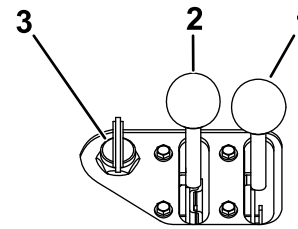

Figure 19
1. Réglez la commande d'accélérateur à mi-course entre les positions BAS RÉGIME et HAUT RÉGIME (Figure 19).
- A. Placez la commande de starter en position EN SERVICE (Figure 19).
- B. Tournez la clé en position CONTACT (Figure 19). Relâchez la clé quand le moteur démarre.
- C. Amenez progressivement la commande de starter en position HORS SERVICE (Figure 19). Si le moteur cale ou hésite, engagez de nouveau le starter jusqu'à ce que le moteur soit chaud.
3. Pour les moteurs Kohler, tournez la clé à la position CONTACT (Figure 19). Relâchez la clé quand le moteur démarre.
4. Réglez la commande d'accélérateur à la position voulue (Figure 19).
2. Placez la commande d'accélérateur en position BAS RÉGIME (Figure 19).